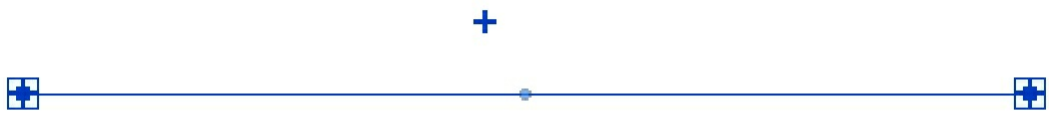

图4-59
(2) 用同样的方法删除该导线上的所有顶点，效果如图4-59所示